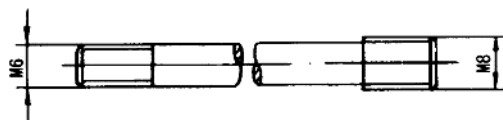

图 1-11 气缸螺柱
(1) 曲轴箱上气缸螺柱的螺纹孔滑牙的修复方法: 采用加大螺纹孔的方法进行修理, 即将原 M6 螺纹孔用 $\Phi 6.7\text{mm}$ 的钻头进行扩孔, 再用 $\Phi 10\text{mm}$ 的钻头划倒角, 然后用 M8 普通螺纹丝锥进行攻丝。攻丝时, 丝锥的轴线要垂直于曲轴箱平面, 不要歪斜。攻丝完毕后, 先用材料 40Cr 和硬度为 HRC28~35 或 45# 钢调质处理, 制作螺柱(图 1-11), 并且将加工好的气缸螺柱拧紧在曲轴箱上后, 保证与其他 3 根气缸螺柱外露高度相同, 同时能将自制气缸螺柱 M8 的螺纹部分全部拧入曲轴箱螺纹孔内, 以免装配时阻挡气缸体, 使气缸体不能和曲轴箱平面紧密配合而漏气。此外, 除了上述修复方法外, 也可采用适当地加深气缸螺柱的螺纹孔深度进行修复。